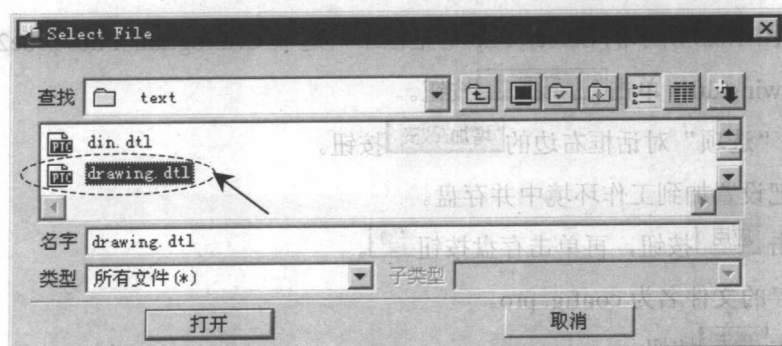

图 1.6.3 “Select File (选择文件)”对话框
③ 在如图 1.6.3 所示的 Select File 对话框中，选取 C:\Program Files\proe2001\text 目录中的文件 drawing.dtl，单击 打开 按钮。
④ 单击“选项”对话框右边的 增加/改变 按钮。
(1) 单击 应用 按钮，再单击存盘按钮 。
(2) 保存的文件名为 config.pro。
(3) 单击 确定 按钮。